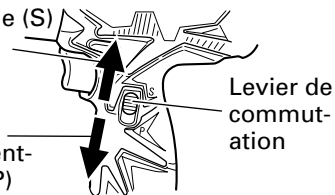

Fig. 20
- (2) Comme l'illustre la Fig. 20, l'outil est réglé en mode d'alimentation (P) lorsque le levier de commutation est placé vers le bas. Lorsqu'il est placé vers le haut, l'outil est réglé en mode économie d'énergie (S).